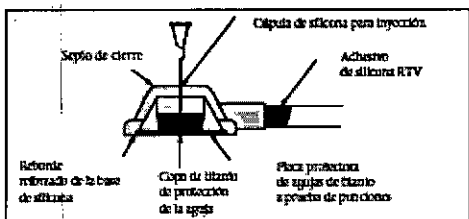

FIGURA 4
b) Penetre el reservorio hasta que la aguja se detenga por el protector de la misma, tal como se muestra en la figura 4.